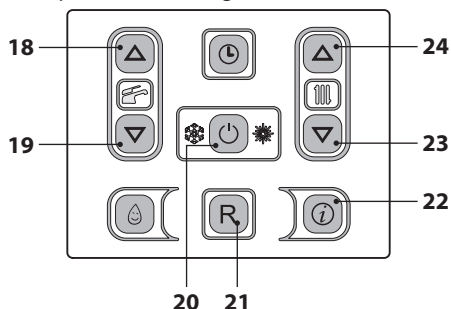
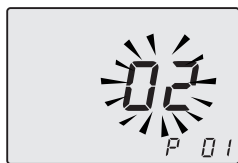

Figura 5.52
Figura 5.53
- Entrare in "modalità programmazione" premendo contemporaneamente per 10 secondi i tasti 20 - 23 - 24 (Figura 5.52) fino a far apparire sul display LCD le lettere **P01**, indicanti l'entrata nel "parametro 01" (Figura 5.53).
- Premendo il tasto 20 (Figura 5.52) si ottiene la conferma del valore inserito.